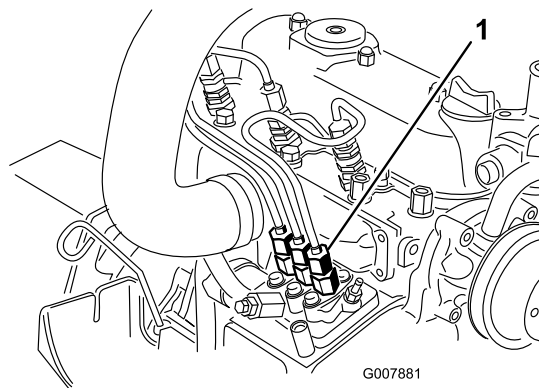

Рисунок 37
1. Поместите ветошь под соединение трубки, выходящей из насоса для впрыска топлива и идущей к соплу инжектора № 1, как показано на Рисунок 37.